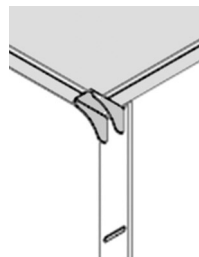

Figure 7
13. Placez la tablette (n° 16) sur les supports (fig. 7). Vous pourriez devoir incliner la tablette pour la faire passer dans l'ouverture avant. Poussez vers le bas sur chaque coin de la tablette pour vous assurer qu'elle est complètement appuyée. Si la tablette bouge ou s'incline, un des supports pourrait être dans la mauvaise fente.